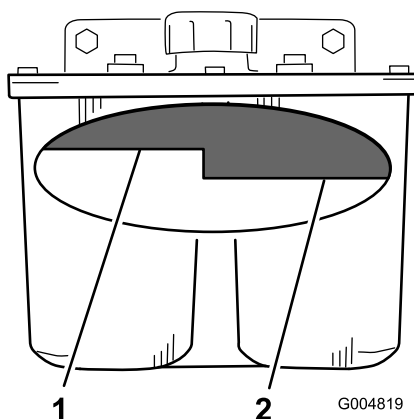

Figure 98
3. Nettoyez la surface autour du goulot de remplissage du réservoir hydraulique (Figure 98).
4. Enlevez le bouchon du goulot de remplissage et vérifiez si le réservoir contient du liquide (Figure 98).
Remarque: Lorsque l'huile est chaude, le niveau de liquide doit atteindre le haut du repère « à chaud » sur le déflecteur (Figure 98).